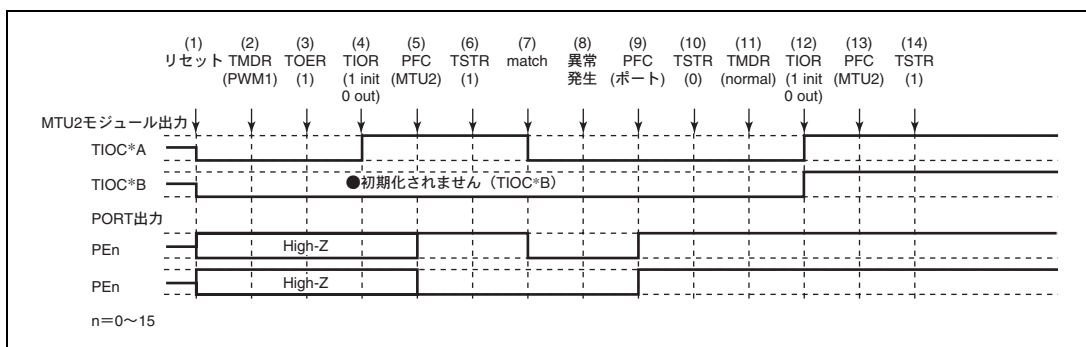

図 11.143 PWM モード 1 で異常が発生し、ノーマルモードで復帰する場合
PWM モード 1 で異常が発生し、再設定後ノーマルモードで再スタートする場合の説明図を図 11.143 に示します。
(1) ~ (10) は図 11.143 と共通です。
(11) PWM モード 1 で再スタートする場合には必要ありません。
(12) TIOR で端子を初期化してください (PWM モード 1 では TIOC*B 側は初期化されません)。
(13) PFC で MTU2 出力としてください。
(14) TSTR で再スタートします。
(11) PWM モード 2 を設定します。
(12) TIOR で端子を初期化してください (PWM モード 2 では周期レジスタの端子は初期化されません)。
- (1) ~ (10) は図 11.143 と共通です。
- (11) 位相計数モードを設定します。
- (12) TIOR で端子を初期化してください。
- (13) PFC で MTU2 出力としてください。
- (14) TSTR で再起動します。
(11) 波形生成部の初期化のためノーマルモードを設定してください。
(12) TIOR で PWM モード 1 の波形生成部を初期化してください。
(13) TIOR で PWM モード 1 の波形生成部の動作を禁止してください。
(14) TOER でチャンネル 3、4 の出力を禁止してください。
(15) TOCR で相補 PWM の出力レベルと周期出力の許可禁止を選択してください。
(16) 相補 PWM を設定します。
(17) TOER でチャンネル 3、4 の出力を許可してください。
(18) PFC で MTU2 出力としてください。
(19) TSTR で再スタートします。